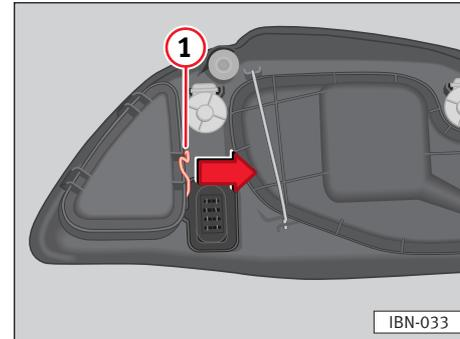

Fig. 155
- Staccare il tirante ⇒ **fig. 155** ① nel senso delle frecce e togliere il coperchio.